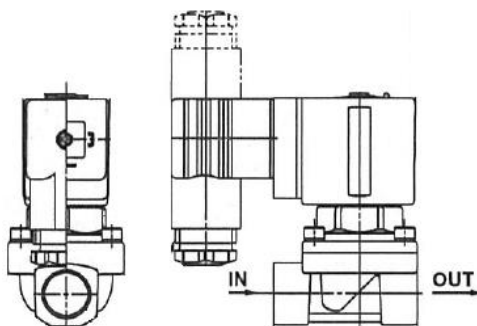

Figure 6. Modèle VXED2130 à connecteur DIN
- Les connexions internes sont indiquées à la Figure 6. Effectuez les connexions à l'alimentation électrique en conséquence.